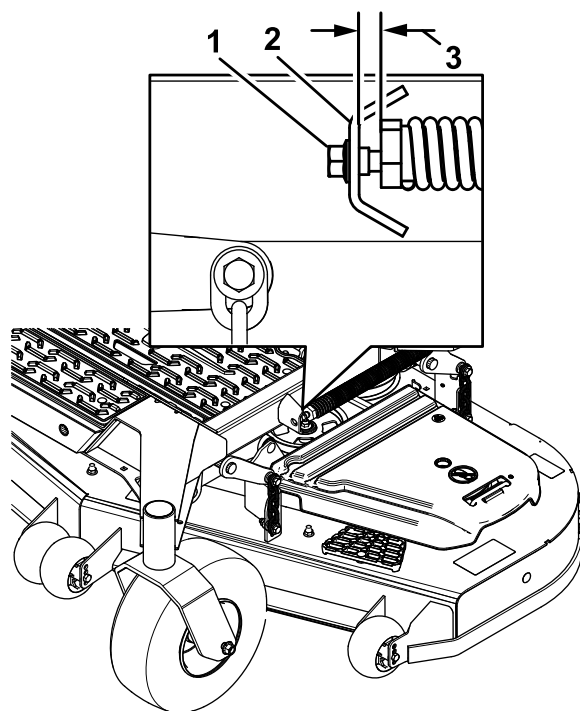

Figura 84
10. Afloje lentamente el tornillo de ajuste del muelle de elevación asistida hasta que pueda retirar el tornillo (Figura 84).